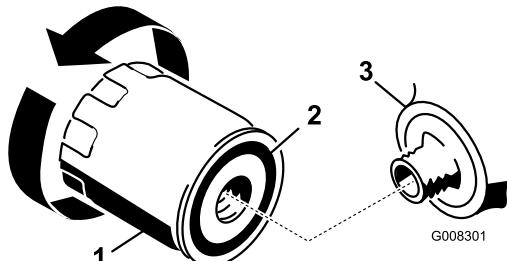

Figure 27
- Déposez le filtre à huile usagé et essuyez la surface du joint de l'adaptateur (Figure 27).
- Appliquez une fine couche d'huile moteur neuve sur le joint en caoutchouc du filtre de rechange (Figure 27).
- Serrez alors de 1/2 à 3/4 de tour supplémentaire (Figure 27).